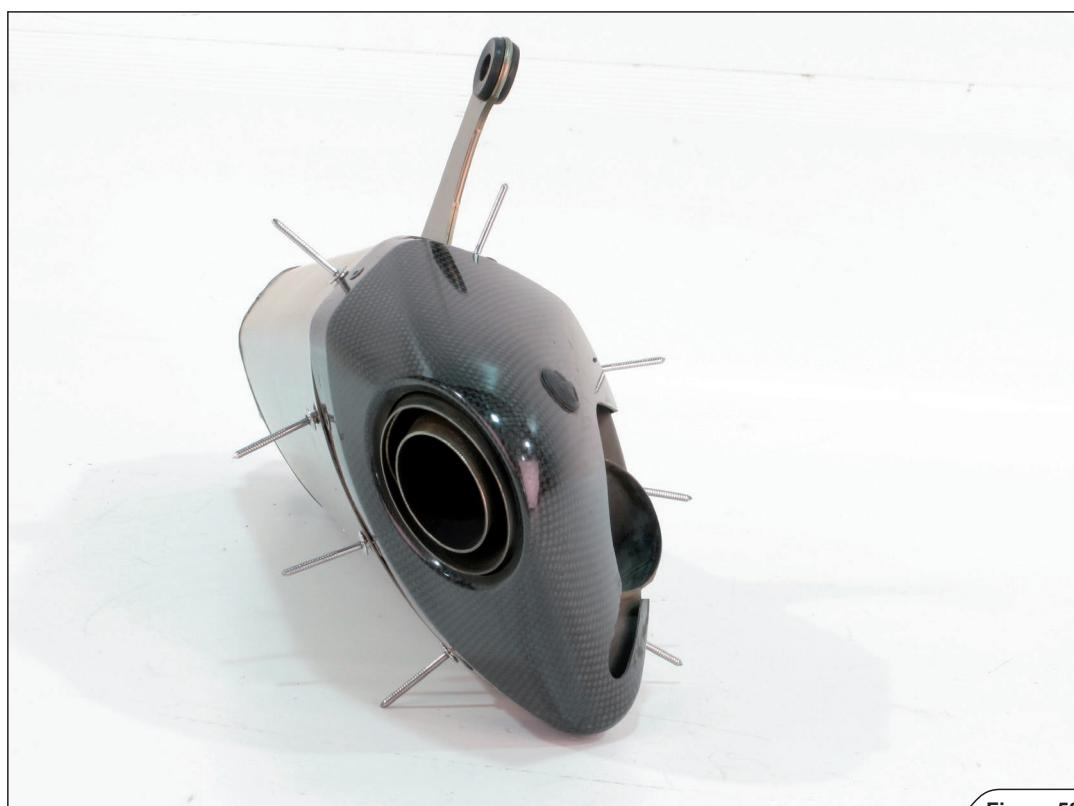

Figure 52
6. Akrapovič修理キットに付属のリベットを図のようにサイレンサーに取り付けます（図 52）。